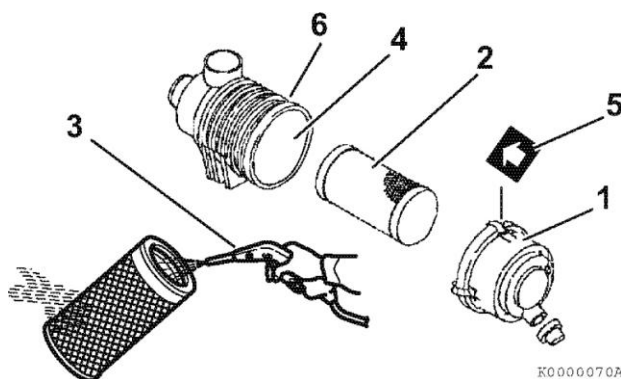

Рисунок 48
1. Отцепите и снимите крышку фильтрующего элемента воздушного фильтра (рисунок 48 (1)).
2. Удалите фильтрующий элемент (рисунок 48 (2)) (внешний фильтрующий, если воздушный фильтр оснащен двумя элементами).
3. Продуть (рисунок 48 (3)) фильтрующий элемент в направлении изнутри-наружу сжатым воздухом под давлением 0.29 - 0.49 МПа, 3.0 - 5.0 кгс/см2, чтобы удалить частицы пыли. Следует применять минимально низкое давление воздуха, чтобы не повредить фильтрующий элемент при удалении пыли.
7. Повторно установите фильтрующий элемент в корпус воздушного фильтра (рисунок 48 (4)).
8. Повторно установите крышки воздушного фильтра, удостоверившись, что направление стрелки (рисунок 48 (5)) на крышке совпадает со стрелкой на корпусе (рисунок 48 (6)).
Следует заменять фильтрующий элемент воздушного фильтра (рисунок 48 (2)) через каждые 500 часов работы двигателя, даже если фильтрующий элемент не поврежден и не загрязнен.
При замене фильтрующего элемента, необходимо очистить внутреннюю часть корпуса воздушного фильтра (рисунок 48(4)).